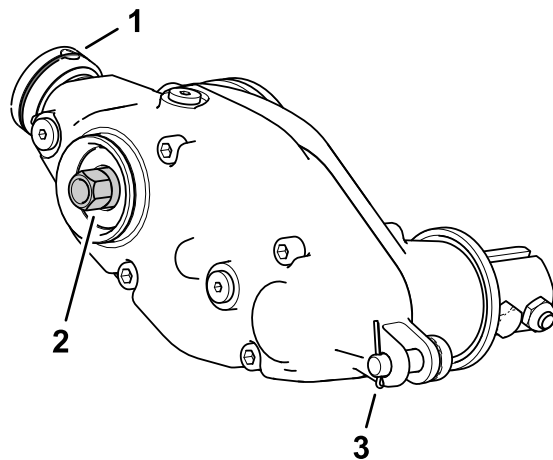

Figure 14
5. Utilisez une cale de bois ou demandez à une autre personne d'immobiliser le cylindre et serrez l'entraînement à tête hexagonale de l'arbre du boîtier d'entraînement à un couple de 135 à 150 N·m ; voir Figure 14.